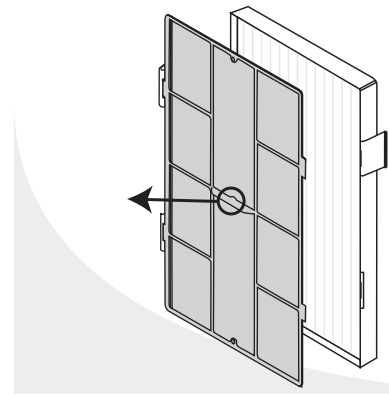

FIG. 4
4. **Estire** el saliente del centro para quitar el pre-filtro del filtro HEPA (Fig. 4).